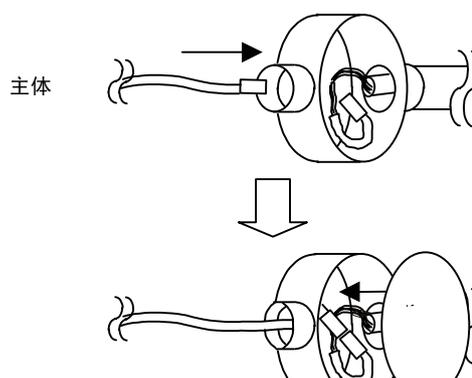

图6 连接器连接
- ② 预先将主体一侧的连接器连接到施工完毕的电缆组件的连接器的上(图6)。